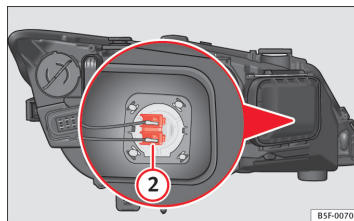

Fig. 139 Lampe feux de route
- Appuyez sur le connecteur ⇒ fig. 139 ② vers la gauche ou la droite et tirez. ▶